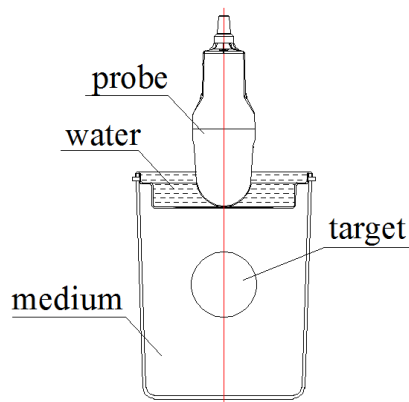

Bild B-1 Placering av Probe
B.1 Fäst sonden på en hållare och se till att sonden placeras vertikalt i mitten av det akustiska fönstret i phantomen (standard phantom 160 ml) Se Bild B-1